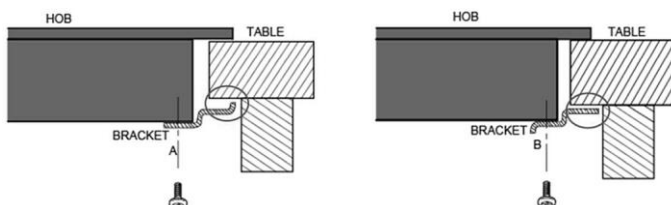

Fig. 6
6. Sørg for, at monteringsbeslagene efter installationen ikke berører bordpladens indvendige overflader (se fig. 6).